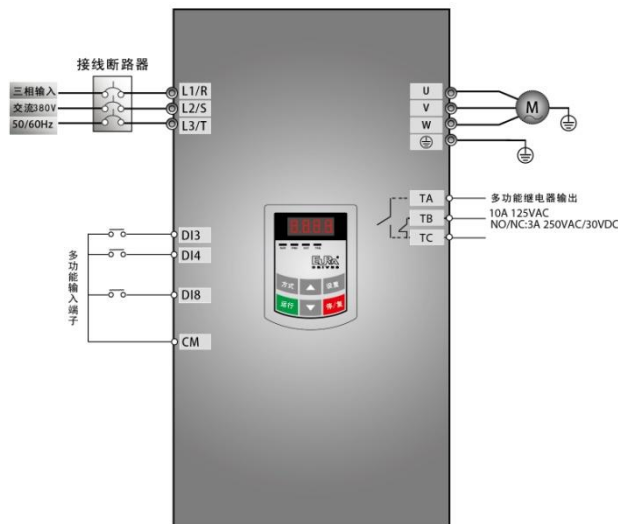

图 5-8 接线图 2
(1) 按图 5-8 配线，检查接线正确后，合上空气开关，变频器上电；